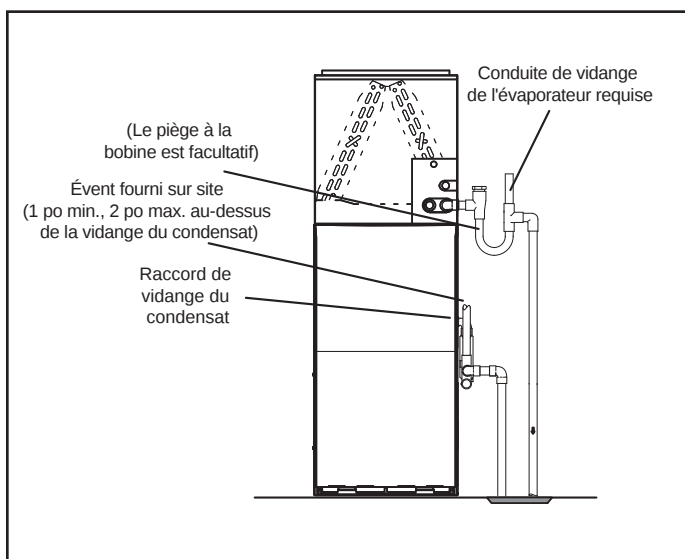

Figure 34. Générateur d'air chaud avec serpentin d'évaporateur utilisant un drain séparé
4. Installez le purgeur de condensat à l'aide des raccords en PVC appropriés et collez tous les joints. Collez le purgeur de condensat fourni comme illustré à la Figure 34. Acheminez le tuyau de condensat jusqu'à un drain ouvert. Le tuyau de condensat doit maintenir une pente descendante de 1/4 po depuis le générateur d'air chaud jusqu'au drain.